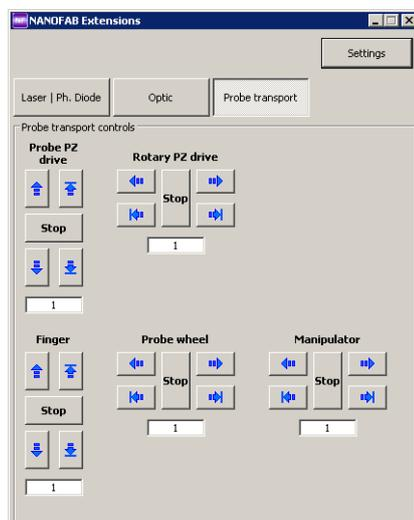

Рис. 5-13. Вкладка **Probe Transport**
4. Перейдите на вкладку **Probe transport** (Рис. 5-13).